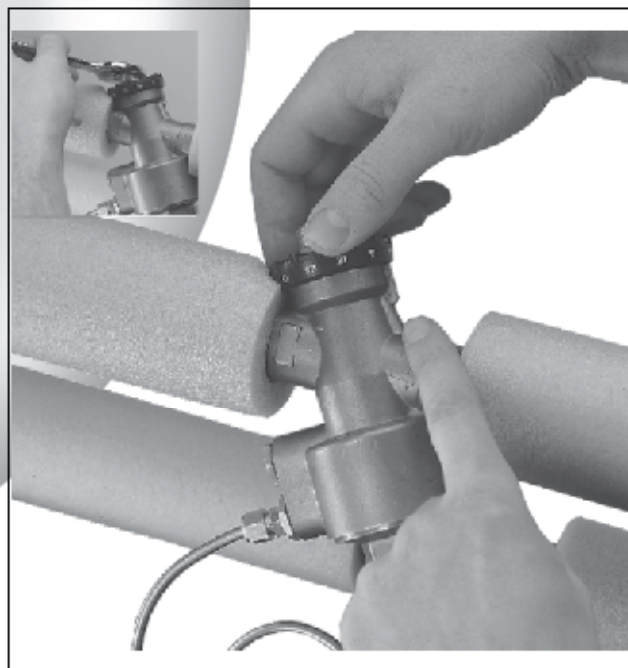
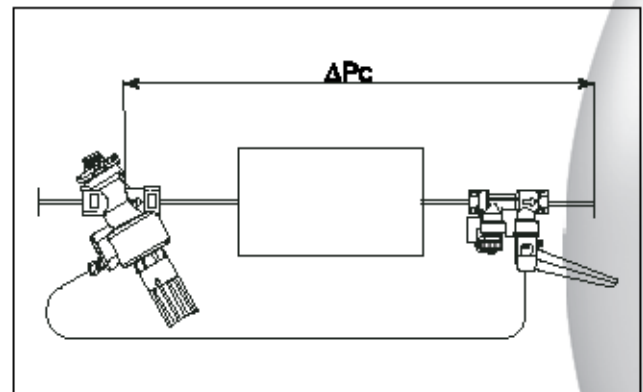
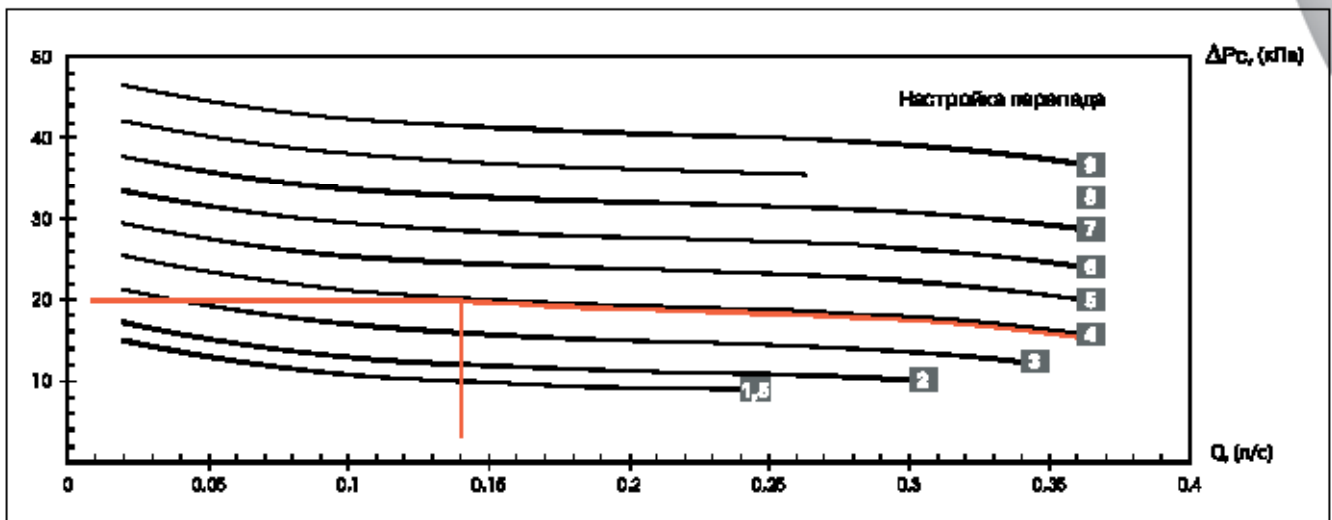
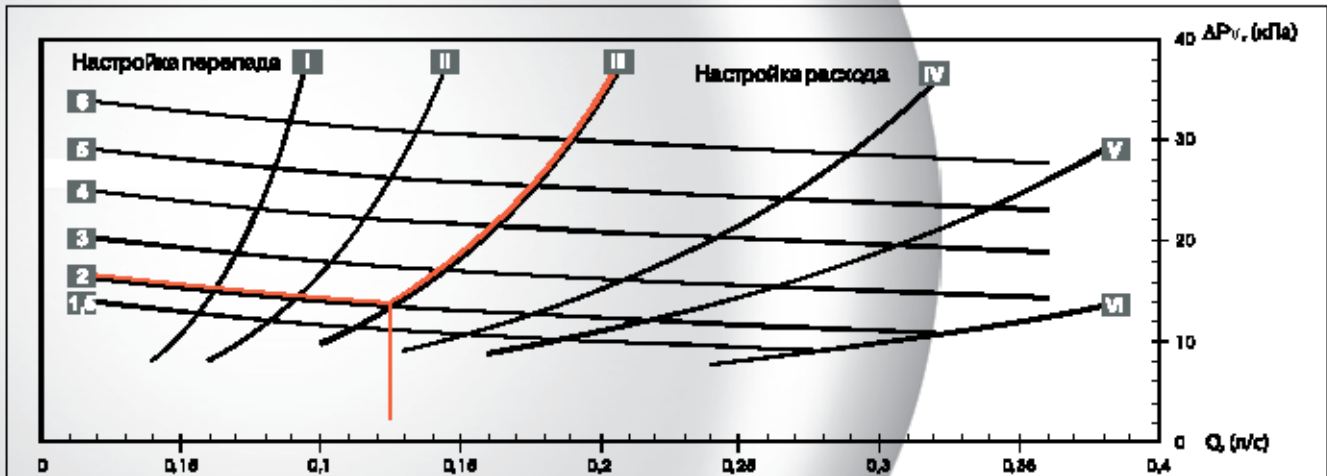

Рис. 3. Настройка ограничителя расхода
Рис. 8. Настройка клапана
Рис. 9. BALLOREX® QP Ду 15/20
Рис. 16. BALLOREX® Q Ду 15/20
Настройка производится с помощью шестимиллиметрового шестигранника. Ограничитель расхода (9) устанавливается в рабочее положение после того, как фиксирующая гайка (4) будет ослаблена на пол-оборота. Установив ограничитель расхода в требуемое положение, верните фиксирующую гайку в слегка затянутое положение (рис. 3).
Установите регулятор расхода в положение «0» («полностью открыто»). Установка требуемого перепада давления производится в соответствии с диаграммой перепада давления (рис. 9, 10). Выберите требуемую величину ΔP_c (рис. 8) и Q_{max} (см. пример на рис. 9).
Установка требуемого перепада давления производится в соответствии с диаграммой перепада давления (рис. 9, 10). Выберите требуемую величину ΔP_c (рис. 8) и Q_{max} (см. пример на рис. 9).
Клапан BALLOREX® Q используется для ограничения расхода. Выберите минимальный размер клапана, удовлетворяющий требуемой пропускной способности (см. таблицу над рис. 8 и пояснения). По графикам (рис. 16, 17) регулятор расхода и регулятор перепада выбираются в соответствии с требуемым Q_{max} .
Требуемое $Q_{max} = 0,125$ л/с. По таблице над рис. 8 выбираем клапан Ду 15/20. Регулятор перепада следует установить в положение «2», а регулятор расхода следует установить в положение «3» (рис. 16). При установке следуйте указаниям (рис. 2 и рис. 3).